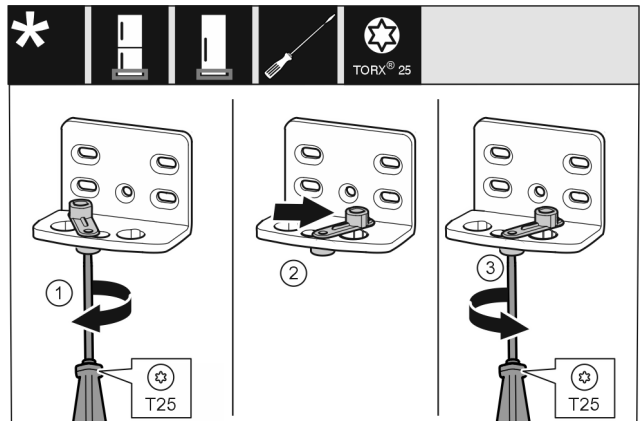

Fig. 12
- Lossa skruven Fig. 12 (1) med skruvmejseln.
- Lyft dörrstängningshjälpen Fig. 12 (2) och vrid den 90° åt höger i hålet.
- Skruva fast skruven Fig. 12 (3) med skruvmejsel.